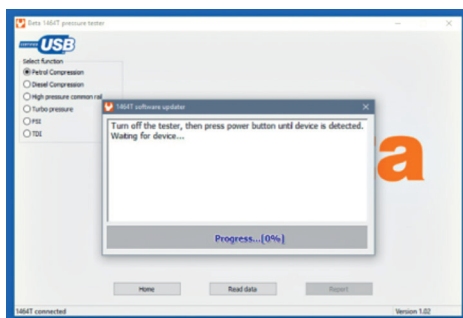
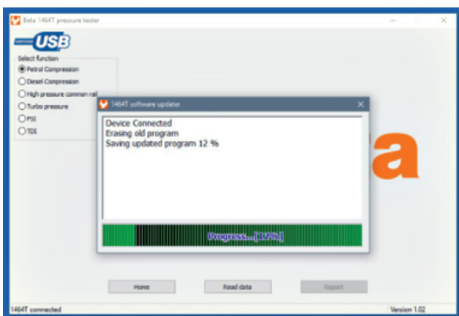

Fig. 5
Fig. 6
- A mensagem seguinte (ver fig. 5) indicará para desligar o testador e manter carregada a tecla de ligação até a detecção do testador por parte do PC. **Nesta fase é muito importante manter carregada a tecla de ligação (ao redor de 6 segundos) até a detecção do testador por parte do PC na modalidade de atualização (ver fig. 6).**
- Depois de detectado o testador, será iniciado o processo de atualização (ver fig. 6).